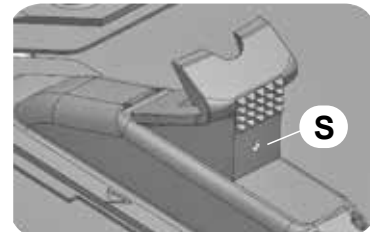
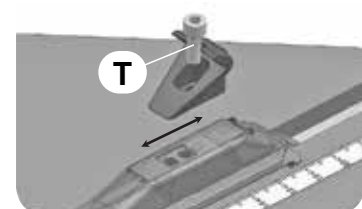

ABB. 25
ABB. 26
- Wenn die Maschine vollständig gestoppt hat und vom Netz getrennt ist, lösen Sie den Sperrstift S (Abb. 25) und die Befestigungsschraube T (Abb. 26) der Klaue.
- Stellen Sie die Position ein und ziehen Sie die Schraube B mit 50Nm an und mit dem Sperrstift S erneut feststellen. (Abb. 25, 26)